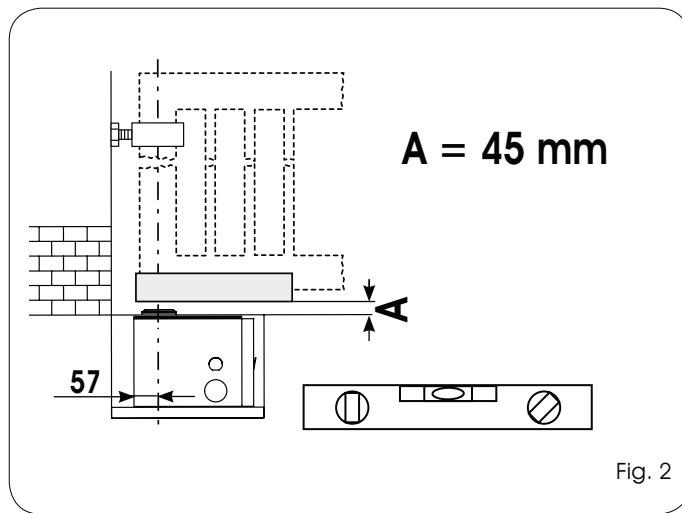

Fig. 2
*Las medidas para la colocación de la caja deben coincidir con las indicadas en la Fig. 2.*
*De afmetingen voor het plaatsen van de behuizing moeten overeenkomen met die in Fig.2.*